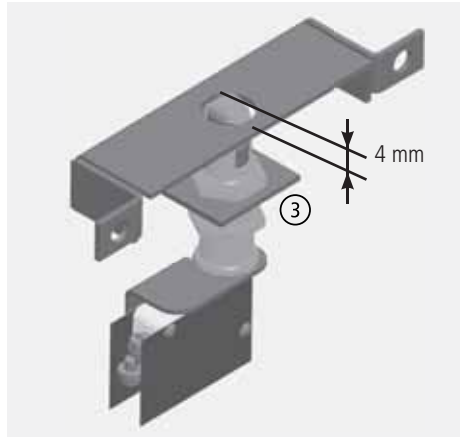

Abb. 3.11 Einbauen des Türschalters
- ③ die zweite Mutter auf den Türschalter aufstecken und den Türschalter an der Aufnahme mit den beiden Muttern befestigen - die Schalterrolle muss ca. 4 mm oben aus dem Gehäuse herausstehen (Abb. 3.11),
- ④ das Kabel von oben durch die Öffnung im Türrahmen durchführen,
- ⑤ den Türschalter einsetzen (siehe auch „3.2 Türschalter“ auf Seite 100)
- ⑥ den Türschalter mit dem Gehäuse